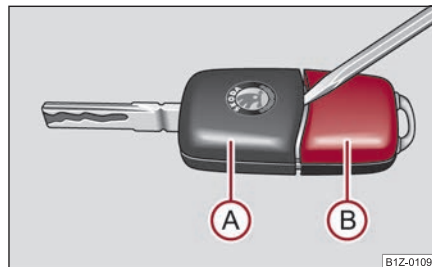

Fig. 40 Separar la llave con radiotelemando
Cada llave con radiotelemando contiene una pila que se encuentra en la tapa (B) de la carcasa de la emisora ⇒ fig. 40. Le recomendamos que lleve a cambiar las pilas de la llave a un concesionario Škoda. No obstante, si desea cambiar usted mismo la pila usada, haga lo siguiente: